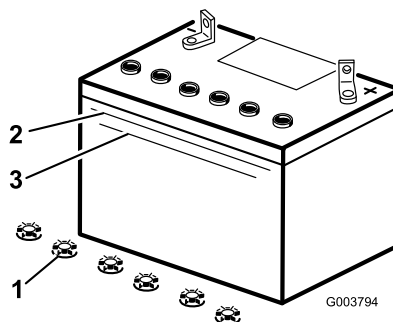

Figure 34
3. Observez le côté de la batterie. Le niveau de l'électrolyte doit atteindre le trait supérieur (Figure 34). Le niveau d'électrolyte ne doit pas descendre au-dessous du trait inférieur (Figure 34).
3. Enlevez les bouchons de remplissage de la batterie (Figure 34).
4. Versez de l'eau distillée avec précaution dans chaque élément jusqu'au repère supérieur (Figure 34) sur le côté de la batterie.
5. Attendez cinq à dix minutes après avoir rempli les éléments. Au besoin, ajoutez de l'eau distillée pour amener le niveau jusqu'au repère supérieur sur le côté de la batterie (Figure 34).